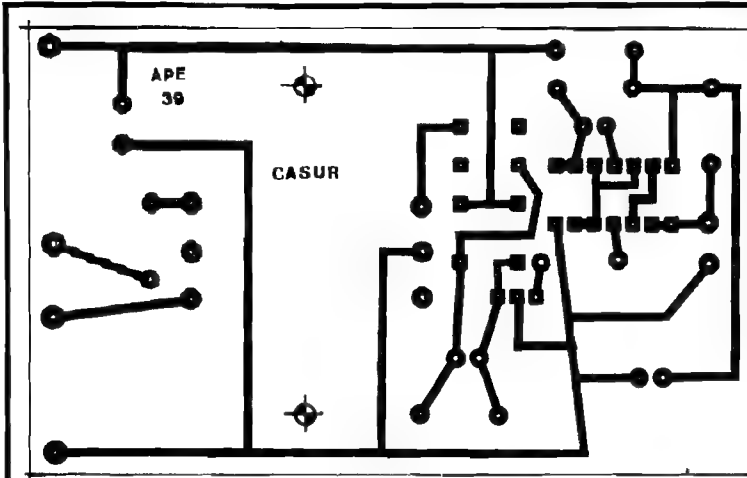

Fig. 2
- FIG. 2 - O CIRCUITO IMPRESSO ESPECÍFICO - Para que tudo fique bem compacto, optamos por "leiautar" o Circuito Impresso específico incluindo a colocação do transformador sobre a própria placa... Com isso, os mesmos parafusos usados para fixação das "orelhas" do dito trafo, também servirão como fixadores gerais da placa junto à caixa, dando bastante solidez ao conjunto... Quanto ao Impresso, seu diagrama é simples, não muito "amontado", visto em escala 1:1 na figura... Os maiores cuidados que o Leitor/Hobbysta deverá ter referem-se ao desenho (traçagem), corrosão e furação da região compreendida pelas ilhas destinadas à recepção das "perninhas" do Integrado (inevitavelmente próximas umas das outras... No mais, tudo